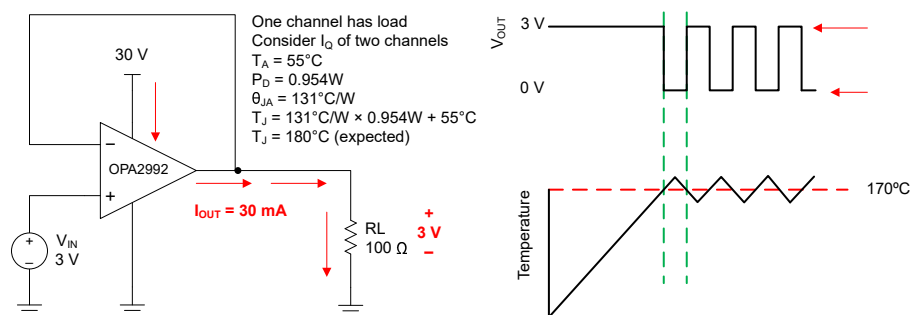

图 6-4. 过热保护
任何放大器的内部功耗都会导致内部温度（结温）升高。这一现象称为 *自热*。OPAx992 的绝对最大结温为  $150^{\circ}\text{C}$ 。超过此温度会损坏器件。OPAx992 具有过热保护功能，可减少自热造成的损坏。该保护功能的工作原理是监视器件的温度，并在温度超过  $170^{\circ}\text{C}$  时关闭运算放大器输出驱动。图 6-4 展示了 OPA2992 的应用示例，该器件因为其功耗 ( $0.954\text{W}$ ) 而会产生显著的自热。在此示例中，两个通道都具有静态功耗，而其中一个通道具有很大的负载。热计算表明，当环境温度为  $55^{\circ}\text{C}$  时，器件结温达到  $180^{\circ}\text{C}$ 。不过，实际器件会关闭输出驱动来恢复到安全的结温。图 6-4 展示了电路在过热保护期间的行为。在正常工作期间，器件充当缓冲器，因此输出为  $3\text{V}$ 。当自热导致器件结温升高超过内部限制时，过热保护强制输出进入高阻抗状态，并通过电阻  $R_L$  将输出拉至接地。如果依旧存在导致过大功耗的状况，放大器将在关断和启用状态之间振荡，直到输出故障得到纠正。请注意，热性能可能会因所选封装和 PCB 布局设计而有很大差异。此示例使用 SOIC (8) 封装的热性能。